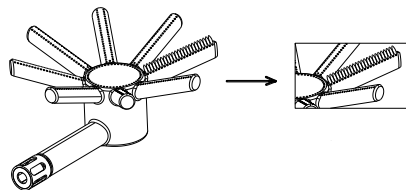

Figuur 1
- De startpositie is zoals in "Figuur 1".